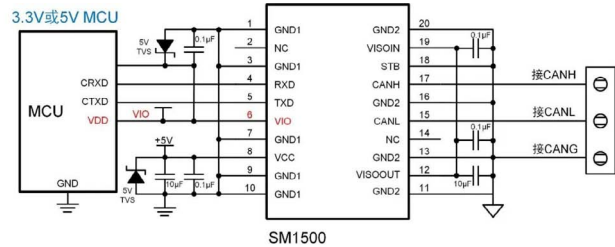

图3 SM1500典型应用电路
- 不同于 CTM 系列收发器，4 款 SM 系列芯片具有独立的 VIO 逻辑供电引脚，用户只需要保证 VIO 电压与 MCU 接口电压一致，芯片就能正常工作。产品典型应用电路如图 3 所示，同一收发器可兼容不同供电 MCU。